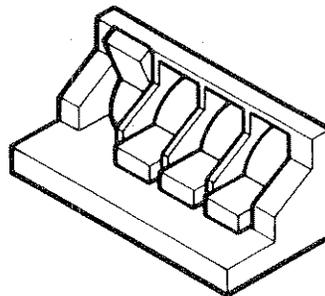

Figura 5: Posizionamento del commutatore di indirizzo
- La Hewlett-Packard posiziona l'indirizzo della vostra unità disco a 0 (illustrato nella figura 5).
- Posizionate i quattro piccoli commutatori di indirizzo su uno degli indirizzi illustrati nella figura 5.